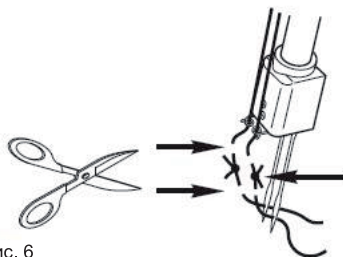

Рис. 6
10. Обрежьте нить и заправьте ее через ушко иглы (Рис. 6).